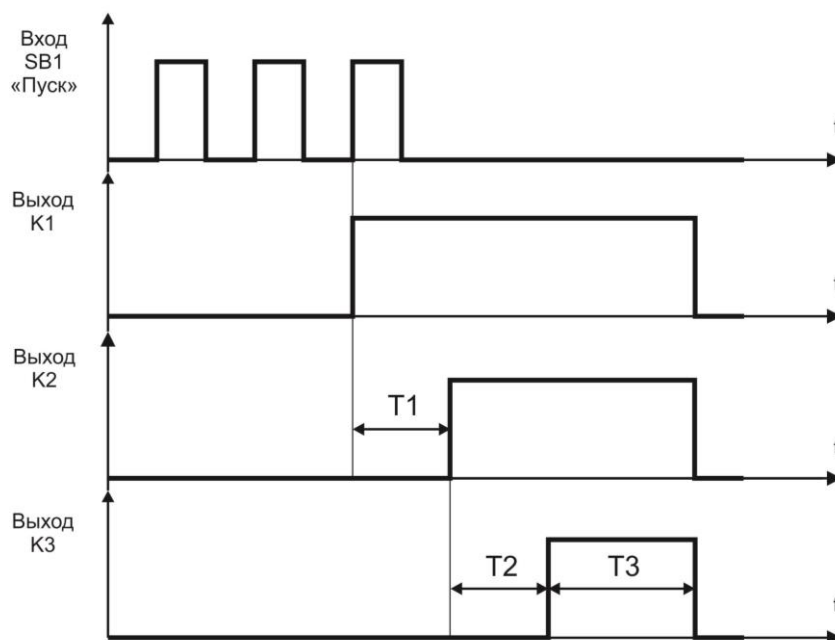

Рисунок 1 – Временная диаграмма
1. По заданной временной диаграмме (рисунок 1) разработать для ПЛК в инструментальной системе CoDeSys соответствующую программу управления на языке лестничных диаграмм (LD).